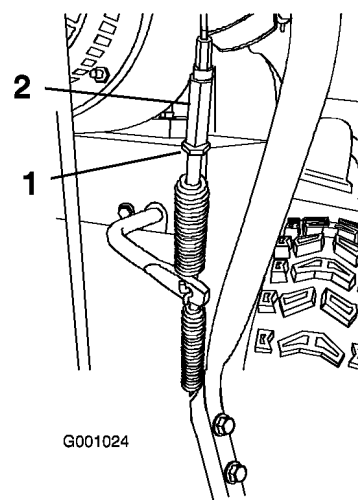

Figura 40
5. Allentate il controdatto (Figura 40).
6. Allentate o serrate il tornichetto che regola la tensione del cavo (Figura 40).